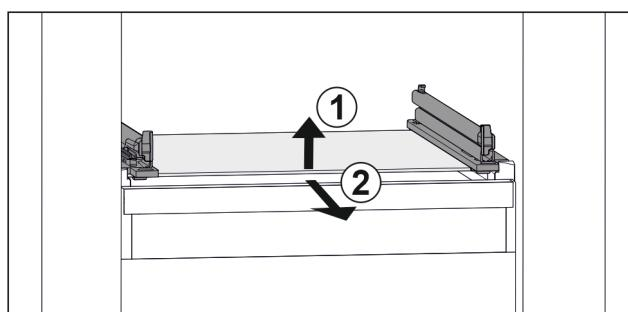

Fig. 118 Príklad zobrazenia sklenej dosky
- ▶ Nadvihnite sklenenú dosku vpred. Fig. 118 (1)
- ▶ Odoberte sklenenú dosku dopredu. Fig. 118 (2)